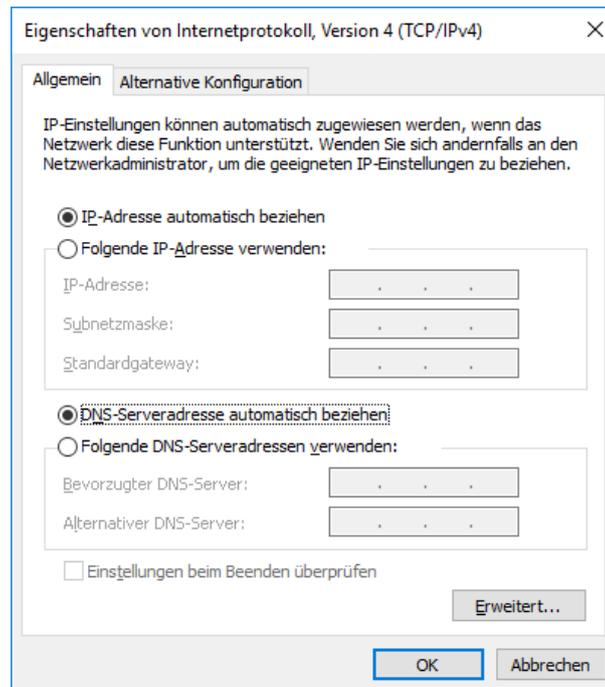

Abbildung 14: Eigenschaften von Internetprotokoll, Version 4 (TCP/IPv4)
5. Das Fenster „Eigenschaften von Internetprotokoll, Version 4 (TCP/IPv4)“ zeigt die aktuelle Konfiguration an. Bitte machen Sie einen Screenshot oder notieren Sie sich die in diesem Fenster enthaltenen Informationen. Diese benötigen Sie, um die Internetverbindung am Ende der Verbindung mit dem *A10-RTK* Sensor wiederherzustellen (vgl. Abb. 14).
7. Um die Internetverbindung Ihres Computers wiederherzustellen, wiederholen Sie die Schritte 1 bis 4 und ändern Sie die Informationen im Fenster „Eigenschaften von Internetprotokoll, Version 4 (TCP/IPv4)“ wieder so, wie sie in Schritt 5 waren (vgl. Abb. 14).